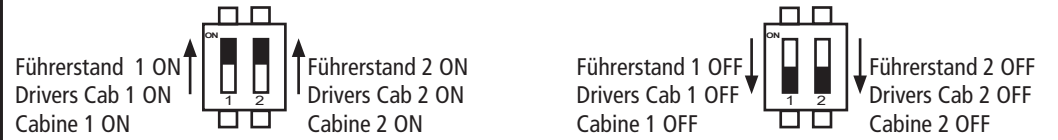

Fig. 9
Schleiferwechsel: siehe Fig. 9
A.C. pick up: see fig. 9
Geschikt voor wisselstroombanen: fig. 9